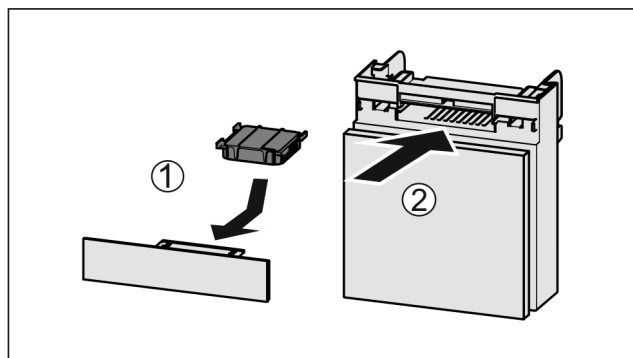

Fig. 77
- ▶ Wkładać Fig. 77 (1) filtr z węglem aktywowanym zgodnie z ilustracją.
- ▶ Wsunąć komorę Fig. 77 (2).